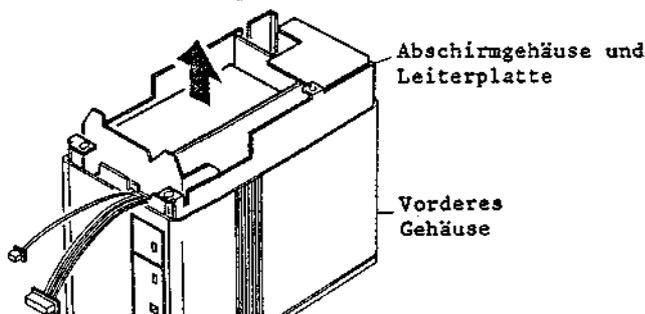

Abb. 2-207 Ausbau des vorderen Gehäuses und der Anzeige/Schalter-Leiterplatte
4. Das Abschirmgehäuse und die Leiterplatte in Pfeilrichtung von dem vorderen Gehäuse abnehmen (siehe Abb. 2-207).